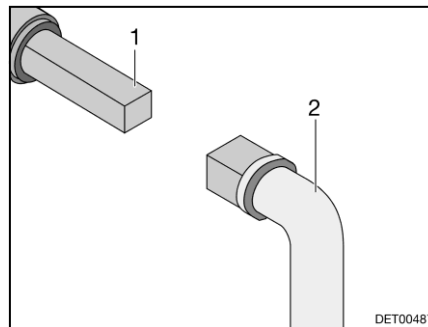

Fig. 122 Manejo del grifo para la eliminación de aguas residuales
- Insertar la llave (Fig. 122,2) en el cuadrado (Fig. 122,1).